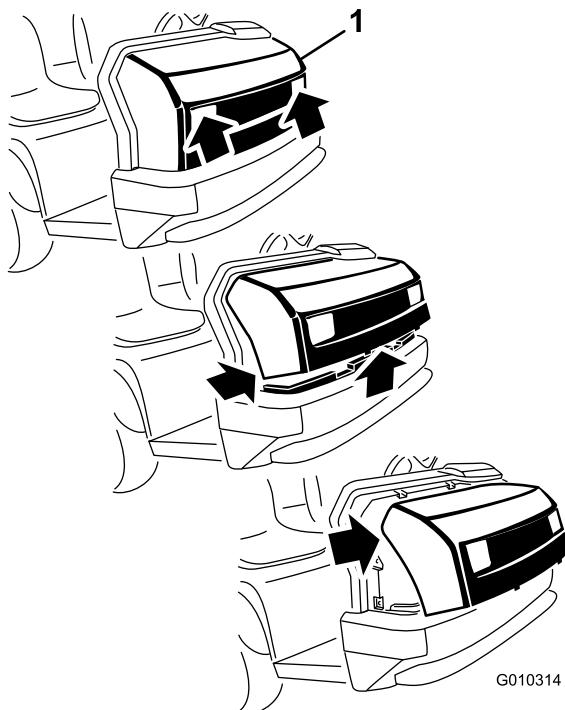

図 1
6. ヘッドライトの開口部でフードをつかみ、フードを持ち上げて、下側の取り付けタブをバンパーのスロットから外す図1。
7. フードの下側を手前に持ち上げて、上部の取り付けタブをフレームのスロットから引き抜けるようにする図1。
8. フードの上側を前に倒し、ヘッドライトからワイヤコネクタを抜く図1。